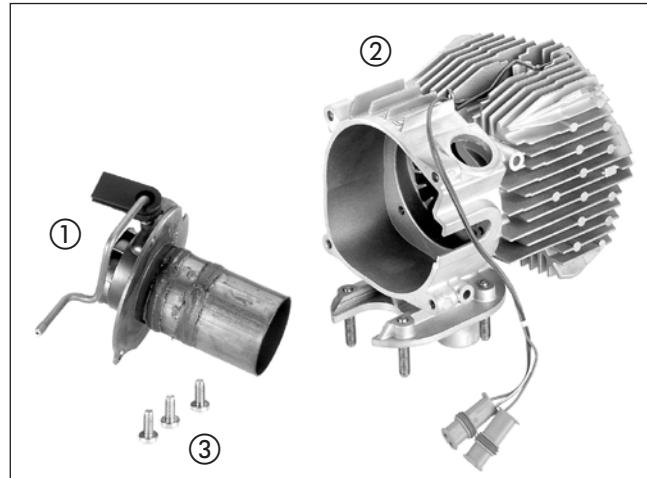

Рис. 9
**Демонтаж камеры сгорания** (см. рис. 9 и чертеж 6)